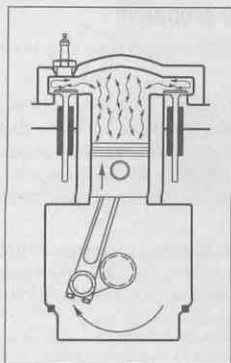

Рис. 6.15. Такт сжатия
2. **Такт сжатия.** Поршень *поднимается*, сжимая смесь в маленьком пространстве между поршнем и верхней частью цилиндра (рис. 6.15). Это пространство называется **камерой сгорания** и находится там, где свеча входит в цилиндр. Отношение между